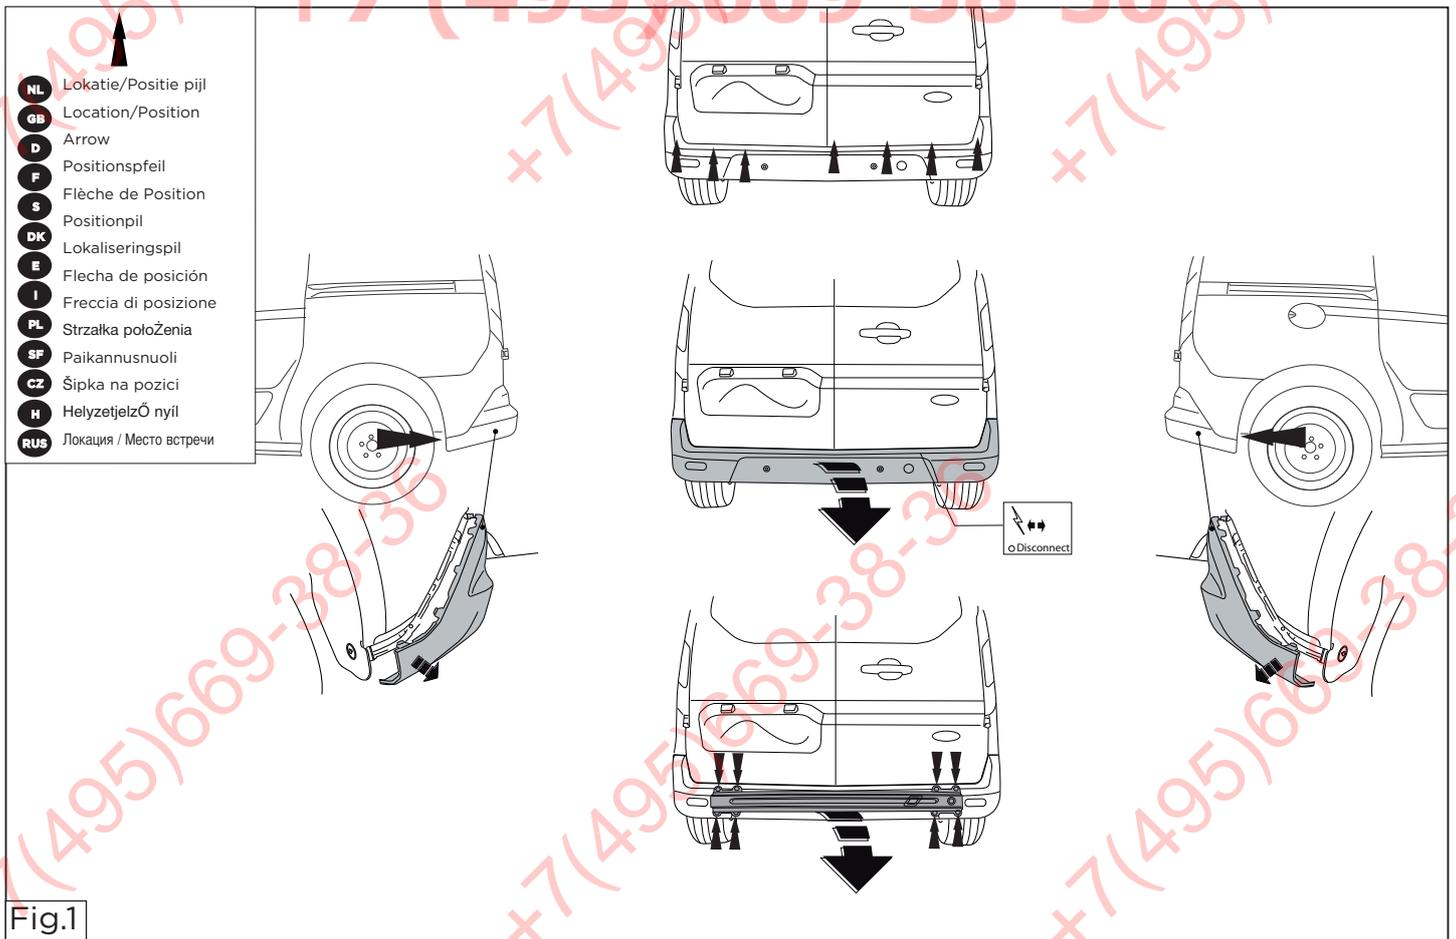

Fig.1
1. Remove the bumper and the steel buffer beam from the vehi- cle. The buffer beam will no longer be needed. See figure 1.
1. Die Stoßstange einschließlich des stählernen Stoßbalkens vom Fahrzeug abmontieren. Der Stoßbalken wird nicht mehr benötigt. Siehe Abbildung 1.